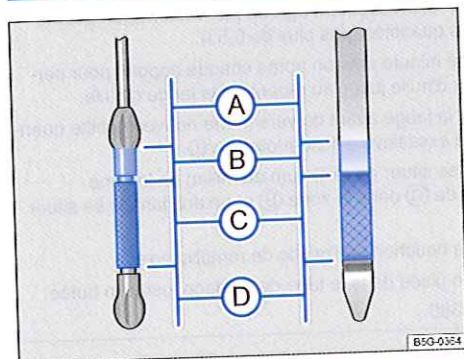

Fig. 227 Dans le compartiment moteur : jauges d'huile avec repères de niveau d'huile (le graphique montre les différentes possibilités).
7. Retirez de nouveau la jauge d'huile puis relevez le niveau d'huile-moteur sur la jauge ⇒ fig. 227 comme suit :
13. À la fin de l'appoint, le niveau d'huile-moteur doit se situer au minimum au milieu de la zone ⇒ fig. 227 **C**. Il ne doit pas se trouver au-dessus de **C** dans la zone **B** et ne doit jamais se situer dans la zone **A** ⇒ **1**.
En cas de sollicitation particulièrement élevée du moteur, par exemple en été lors de longs parcours sur autoroute, en cas de traction d'une remorque ou de franchissements de cols de haute montagne, le niveau d'huile-moteur doit se trouver dans la zone supérieure ⇒ fig. 227 © autorisée.